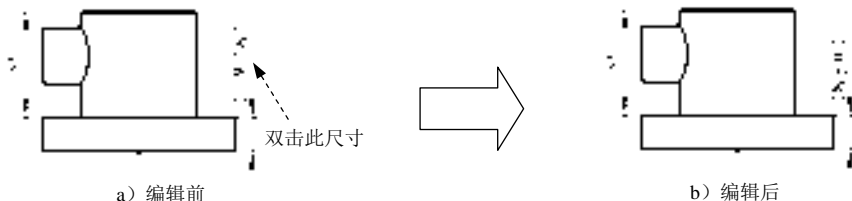

图 5.5.11 编辑尺寸公差
Step2. 双击图 5.5.11 所示的尺寸，系统弹出图 5.5.12 所示的“尺寸属性”对话框（在此步中所双击的尺寸是手动创建的尺寸）。